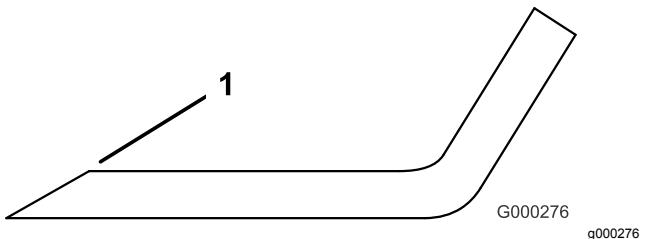

Figure 99
1. Au moyen d'une lime, aiguisez les tranchants à chaque bout de la lame (Figure 99).